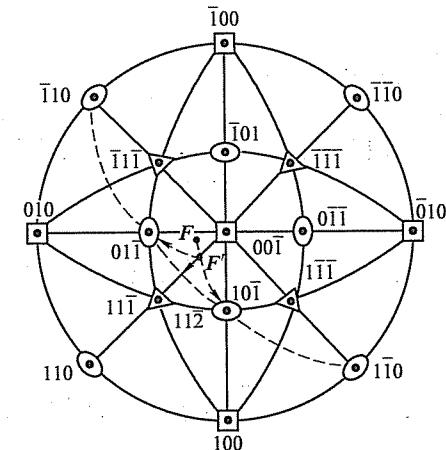

图 1-7 第六题第 1 小题解答图
该力 F 在立方晶系 $[001]$ 标准投影（见图 1-7）上的极点处于 (001) - $(01\bar{1})$ - $(1\bar{1}\bar{1})$ 三角形中。